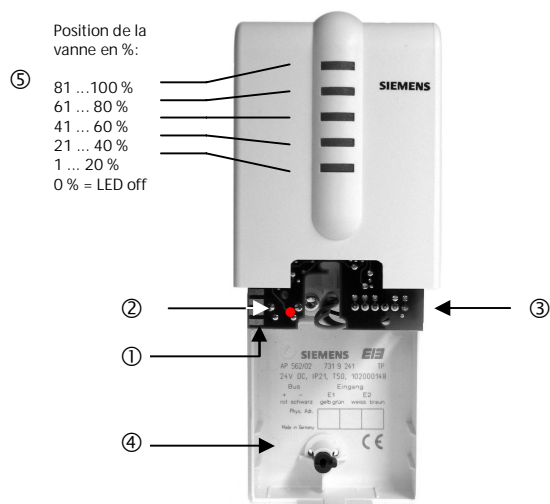

Figure 1: Position des éléments d'affichage et de commande
- Appuyer sur le bouton de programmation (1, figure 1) sur le produit pour initialiser l'assignation de l'adresse physique au produit.
- La LED de programmation (2, figure 1) s'allume pour indiquer que le mode programmation est bien effectif. Quand le produit a reçu son adresse physique, la LED repasse automatiquement en mode normal en s'éteignant.